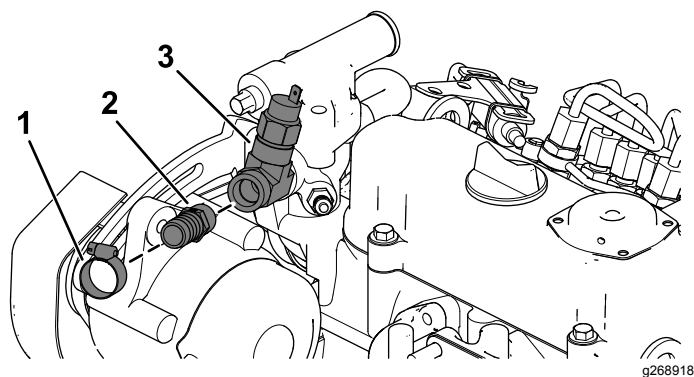

図 16
- D. ホース $\frac{3}{8}$ "とアダプタフィッティング $\frac{5}{8}$ "をホースクランプで取り付ける 図 16。